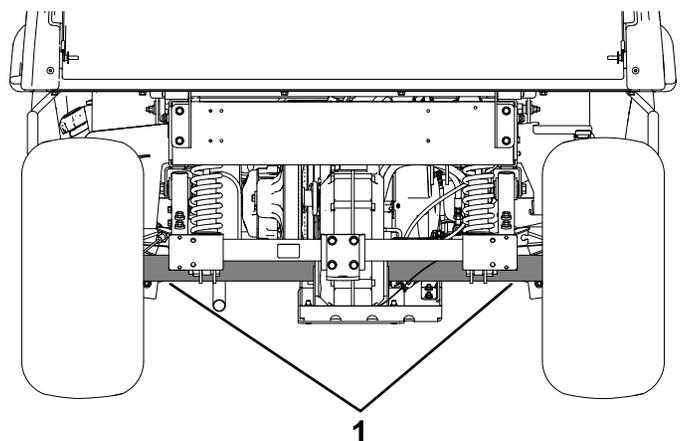

Рисунок 19
- Точка подъема в задней части автомобиля находится под трубами моста (Рисунок 19).